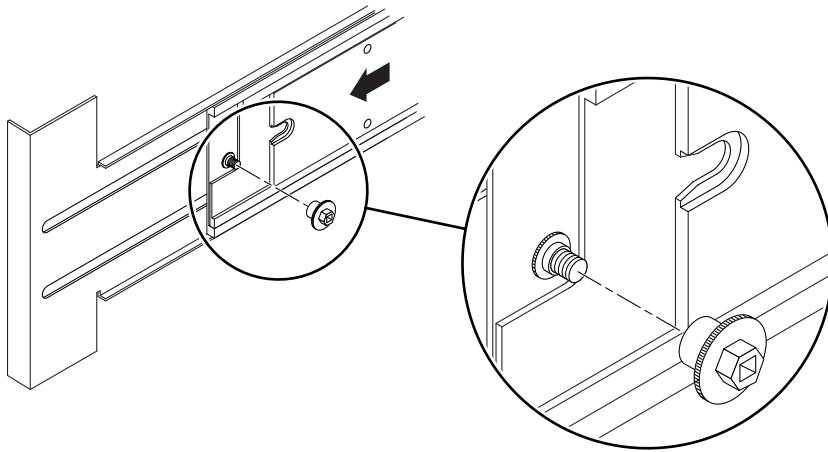

图 1-14 插入和拧紧滑轨锁定螺母
5. 在系统背面，插入并拧紧锁定螺母（每个滑轨一个）（图 1-14）。